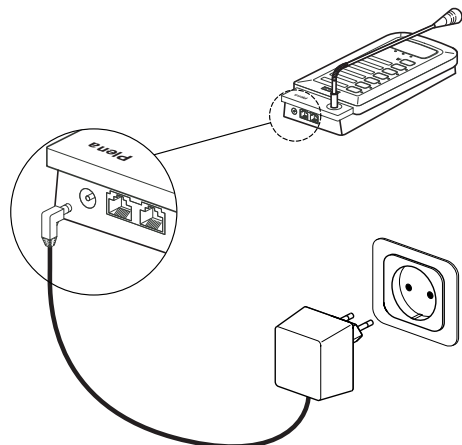

Figura 5.23 Conexión de una fuente de alimentación
Si la longitud del cable que conecta la estación de llamada anterior al controlador de alarma por voz supera los 100 m, la estación de llamada debe conectarse a una fuente de alimentación de 24 V (CC). Consulte la *Figura 5.23* para obtener los detalles de conexión.